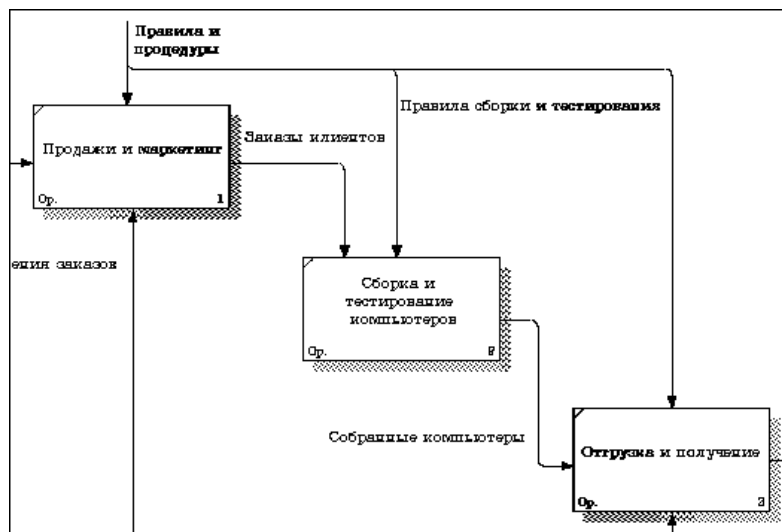

Рис. 54. Результат редактирования стрелок на диаграмме А0
8. Создайте стрелку обратной связи (по управлению) "**Результаты сборки и тестирования**", идущую от работы "**Сборка и тестирование компьютеров**" к работе "**Продажи и маркетинг**". Измените, при необходимости, **стиль** стрелки (толщина линий). Методом **drag&drop** перенесите имена стрелок так, чтобы их было удобнее читать. Если необходимо, установите из контекстного меню **Squiggle** (загогулину). Результат возможных изменений показан на рис. 54.